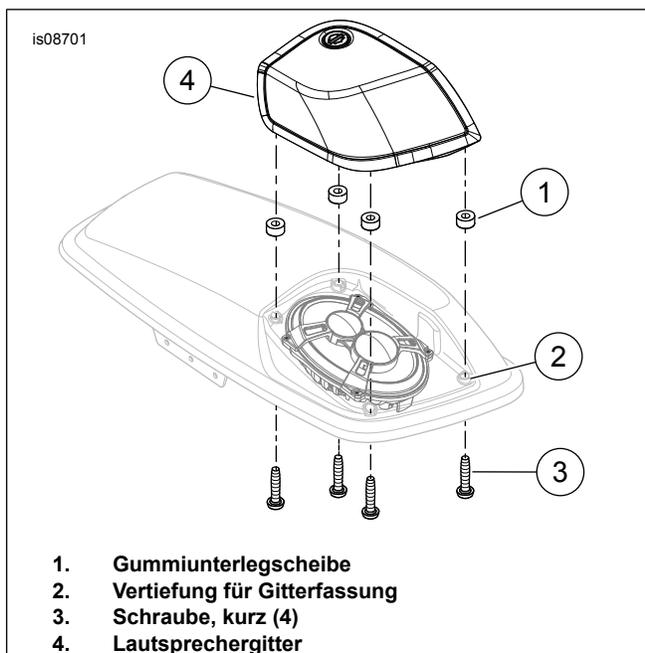

Abbildung 2. Montage des Gitters
- Siehe Abbildung 2 >. Gummiunterlegscheiben (1) sicher in der Gitterfassung (2) anbringen.
- Das Lautsprechergitter (4) über der Lautsprechervorderseite in Einbaustellung bringen.
- Mit den vier kurzen Schrauben (3) befestigen. Die Schrauben abwechselnd anziehen. Festziehen.